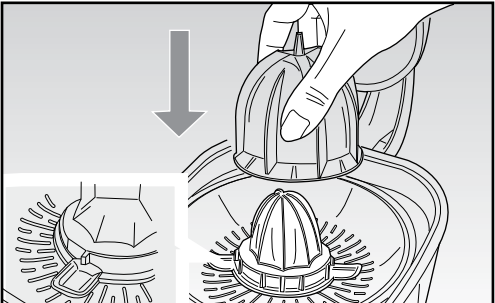
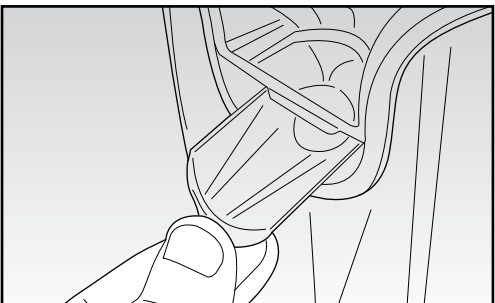

Fig. 6
Fig. 7
Wyciskarka soków jest wyposażona w 2 stożki wyciskające: jeden mniejszy (B) do cytryn, inny większy (A) do pomarańczy lub grapefrutów, do zastosowania na stożku o mniejszych wymiarach, powodując zgodność nacięć ze skrzydełkami stożka mniejszego (Rys. 6). - Ustawić odpowiedni pojemnik pod dzióbkiem (E). Podczas wyciskania owoców dzióbek musi być trzymany w niskiej pozycji, aby umożliwić w ten sposób wypłynięcie płynu; po zakończeniu wyciskania dzióbek musi być podniesiony w taki sposób, że pozostały sok nie wypłynie (Rys. 7).